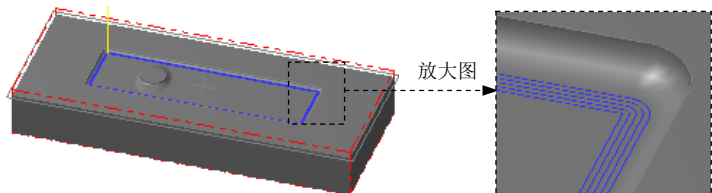

图 7.20 刀具路径
Step12. 单击“2D 刀具路径-外形铣削”对话框中的 按钮, 完成参数设置, 此时系统将自动生成图 7.20 所示的刀具路径。